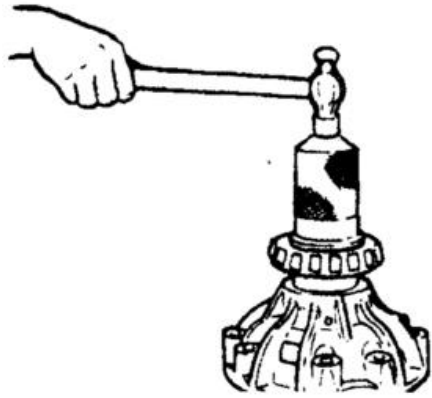

图 7-7
(1) 装复轴承到左右差速器壳上(图 7-7);
(2) 在左差速器壳上装配从动锥齿轮;